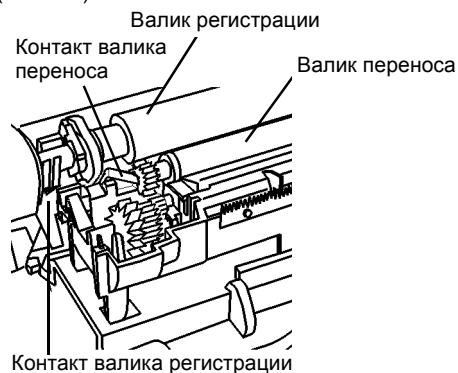

Рисунок 5 Контакт валика переноса
- б. Подсоедините красный щуп мультиметра к валику переноса (Рисунок 5).